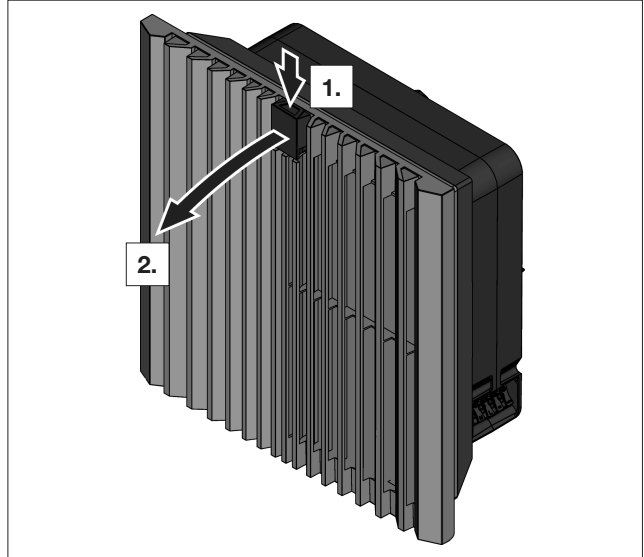

Abb. 16: Entriegeln des Lamellengitters
- Drücken Sie zum Entriegeln des Lamellengitters von oben auf das Funktionslogo (siehe Abb. 16).